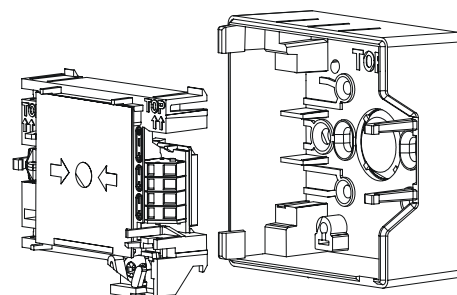

Fig. 6
6. Place the call point unit into the housing with the inscription "TOP" pointing upward (terminals at the right) until the locking device engages (see Fig. 6).
6. Setzen Sie den Schaltungseinsatz mit der Beschriftung „TOP“ nach oben gerichtet (Klemmen rechts) ins Gehäuse ein, bis die Arretierung einschnappt (Fig. 6).
6. Placez l'unité de commutation portant la dénomination "TOP" en l'orientant vers le haut (bornes à droite) dans le boîtier jusqu'à ce que le dispositif d'arrêt s'encliquette (Fig. 6).